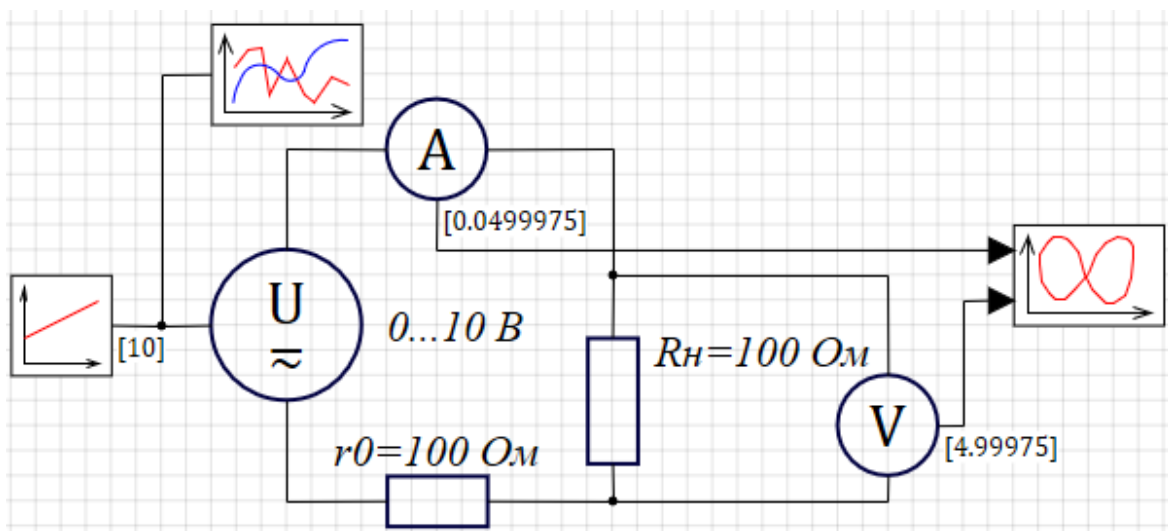

Рис. 2.8
Запустить на моделирование полученную модель, нажать клавишу **Показать значения на линиях связи** . В результате на портах математической связи амперметра и вольтметра выведутся значения тока и напряжения на сопротивлении нагрузки R_H (рис. 2.8).
9. Провести моделирование для схемы рис. 2.8, задав значения сопротивления r_0 и R_n в омах, равным номеру варианта плюс 50.